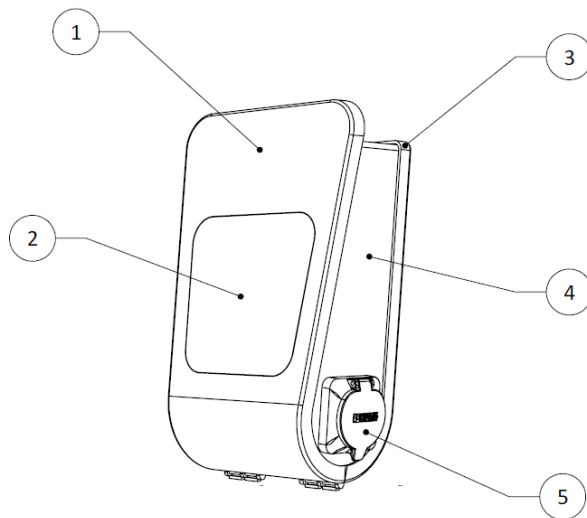

Abbildung 1 Komponenten der CHARGESTORM® Connected
Die Abdeckung des EV-Ausgang der CHARGESTORM® Connected – (5) in Abbildung 1 – entfernen und das Ladekabel einstecken. Der Ladebeginn wird durch das blaue Batteriesymbol angezeigt. Bei der mit Festkabel und Ladepistole ausgestatteten CHARGESTORM® Connected beginnt der Ladevorgang mit dem Einsetzen der Ladepistole in das Fahrzeug.